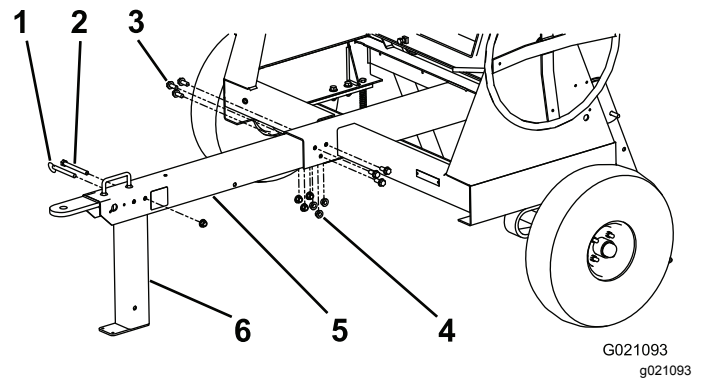

Figure 7
- Placez la flèche dans l'ouverture à l'avant de la machine et fixez-la avec 6 écrous et boulons courts serrés à 102 N·m (75 pi-lb); voir Figure 7.
- Alignez le trou supérieur arrière du pied stabilisateur avant et le trou juste après la poignée à l'avant de la flèche (Figure 7).
- Insérez le long boulon dans les trous et fixez-le avec un écrou serré à 102 N·m (75 pi-lb); voir Figure 7.
- Insérez l'axe de chape pour bloquer le pied stabilisateur avant en position (Figure 7).